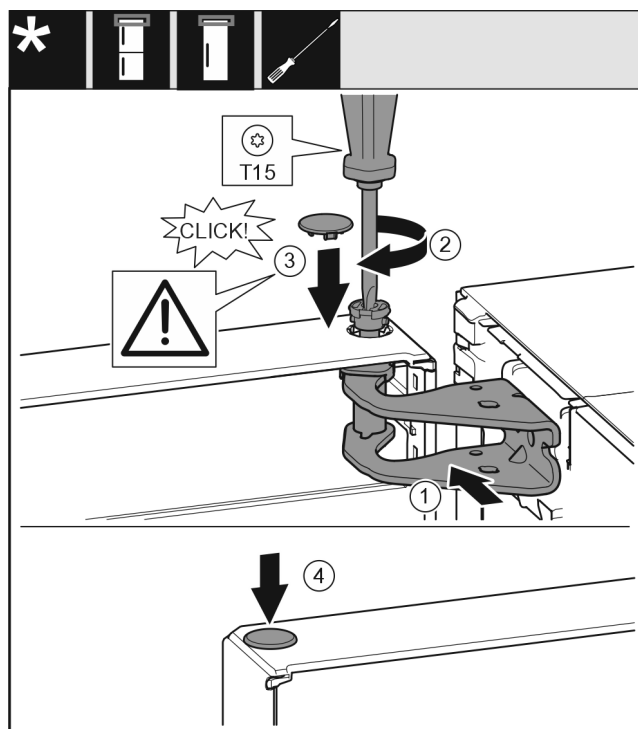

Fig. 21
- ▶ Vrata zgoraj naravnajte k odprtini v ležajnem podstavku. Fig. 21 (1)
- ▶ Vstavite sornik Fig. 21 (2) in ga zategnite z izvijačem.
- ▶ Montirajte varovalni pokrov Fig. 21 (3) za varovanje vrat: Vstavite varovalni pokrov in preverite, če se nalega na vrata. Sicer popolnoma vstavite sornike.
- ▶ Vstavite čep Fig. 21 (4).